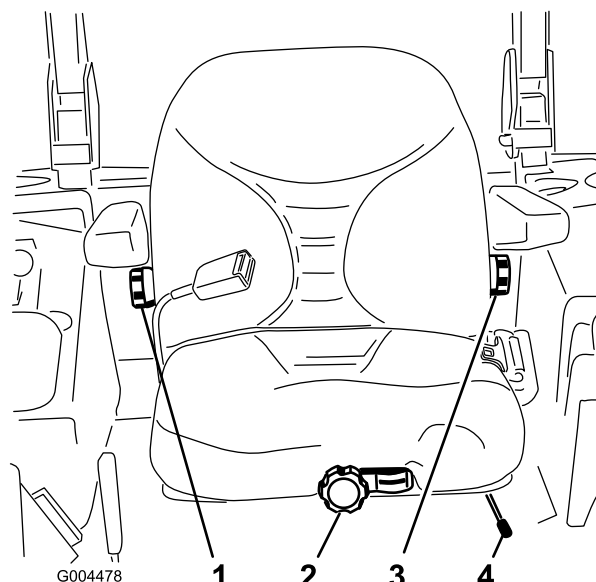

Figura 33
1. Mueva la palanca lateralmente para desbloquear el asiento (Figura 33).
Para ajustarlo, gire el pomo situado debajo del reposabrazos derecho en cualquier sentido hasta encontrar la posición más cómoda (Figura 33).
Para ajustarlo, gire el pomo situado debajo del reposabrazos izquierdo en cualquier sentido hasta encontrar la posición más cómoda (Figura 33).